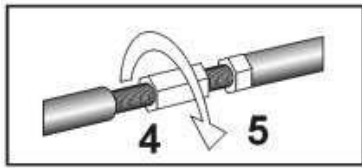

Рис.2
Настройка формы кромки гибочной балки (4) позволяет изменять ее начальный нажим и влиять на лучший результат гибки. Регулировку следует делать при помощи римской гайки (4) рис.2;3
Ослабить контргайку (5) а римской гайкой (4), как указано на рис.2, покрутить по ходу часовой стрелки, благодаря этому получается большой начальный нажим (гибочная балка может выступать выше нижней балки максимально на 0,5 мм).